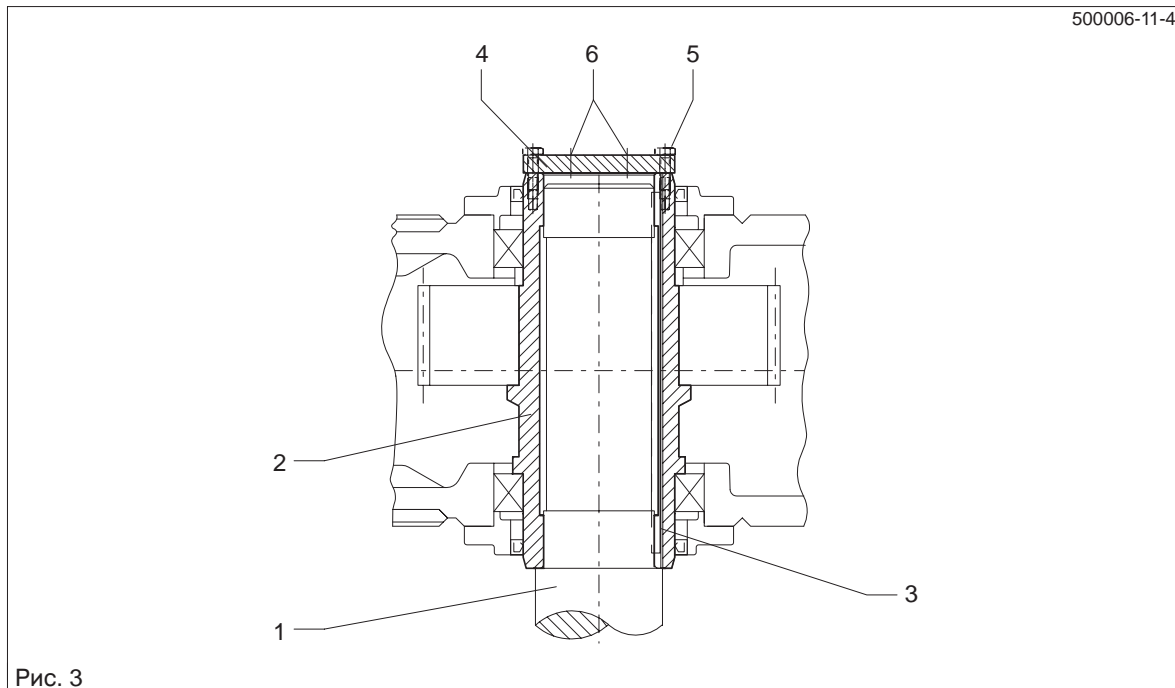

Рис. 3
- При образовании коррозии на посадочных поверхностях между полым и машинным валом, для облегчения стяжки передачи следует с помощью насоса или ему подобного выдавить коррозионный растворитель в полую емкость отверстия и таким образом прижать к посадочным местам. Нанесение коррозионного растворителя осуществляется через отверстия в машинный вал (см. рис. 2) или в концевой диск (см. рис. 3).
- Отжатие передачи от машинного вала может быть выполнено по возможности на месте при помощи отжимного винта на концевом диске (см. рис. 3), центральным ходовым винтом или, предпочтительнее всего, гидравлическим агрегатом Лукаса.
- После достаточного действия растворителя снять передачу при помощи устройства согласно рис. 2 или рис. 3